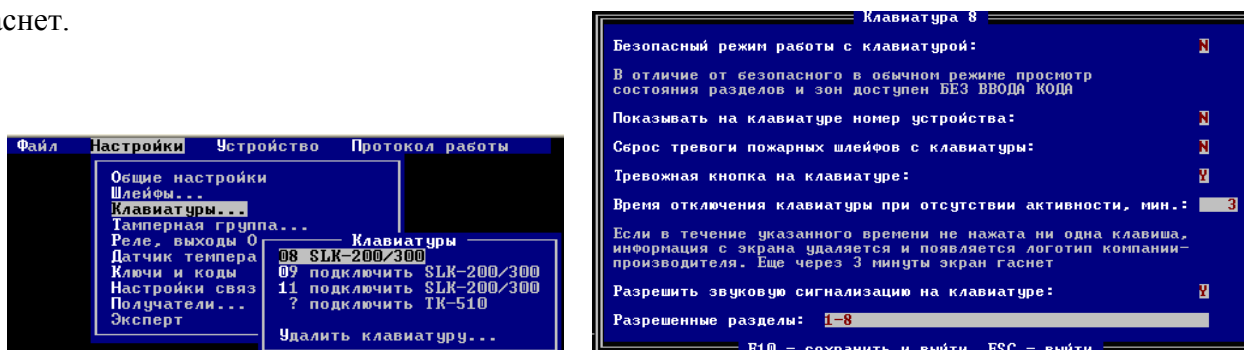

Рис. 47. Подключение и настройка клавиатуры.
2.2.9.2 С помощью клавиатур SLK-200/SLK-300С выполняется просмотр состояния и управление объектом (постановки-снятия и перевзятия разделов, обход зон, сбросы тревог и т.п.), а также настройка объекта. Режимы работы этих клавиатур настраиваются как непосредственно с самой клавиатуры при вводе мастер-кода, так и в конфигураторе. Подключение и настройка клавиатур показаны на рис. 47.